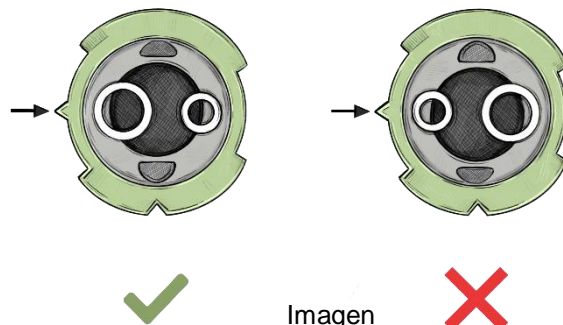

Imagen 2
2. Compruebe si la proyección triangular de la tuerca de la punta del aplicador se encuentra directamente sobre el puerto más grande (fig. 2). Si no es así, sujete el eje de la punta del aplicador y gire la tuerca para colocar la proyección triangular sobre el puerto más grande. Una posición incorrecta de la proyección con respecto al puerto grande impedirá que la punta del aplicador se conecte a la jeringa.